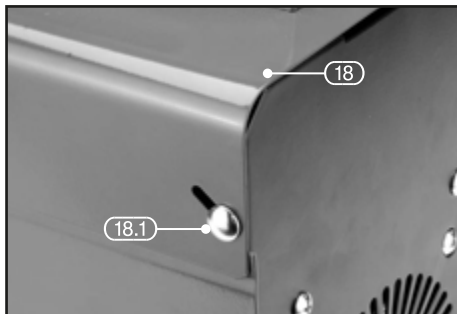

FIG.1
8.2 INSTALLING THE FLUX CORED FILLER WIRE - FIGS. 1 - 5